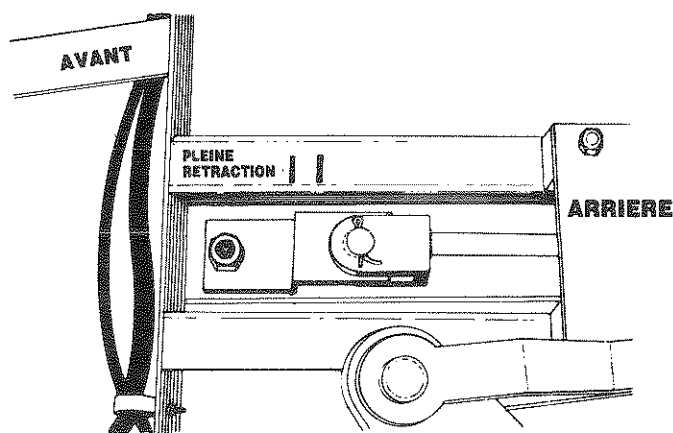

Fig. 47
6. Marquer l'endroit de rétraction complète du piston. Indiquer aussi 1" (2,5 cm) en arrière de cette position Fig. 47.
14. Positionner LS-10 (switch arrêt/retour piston) pour s'assurer que le piston s'arrête lorsqu'il est 1" (2,5 cm) en arrière de sa position de rétraction complète Fig. 47.